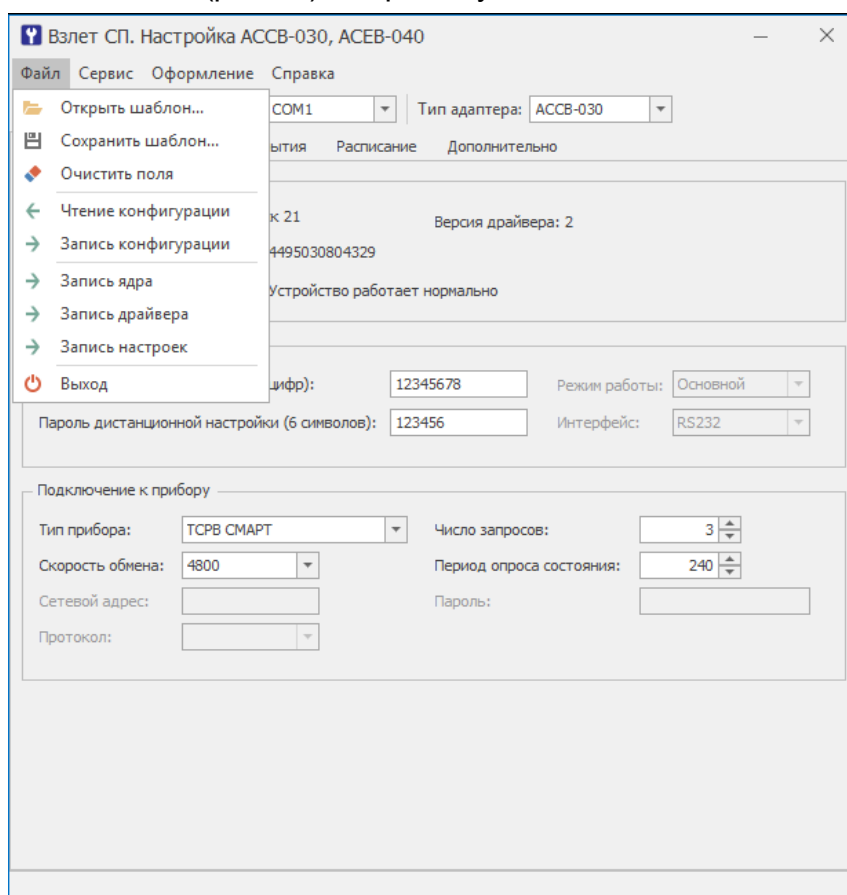

Рис.16. Меню «Файл» программы «Взлет СП. Настройка АССВ-030, АСЕВ-040».
2. В меню **Файл** (рис.16) выбрать пункт **Очистить поля** .